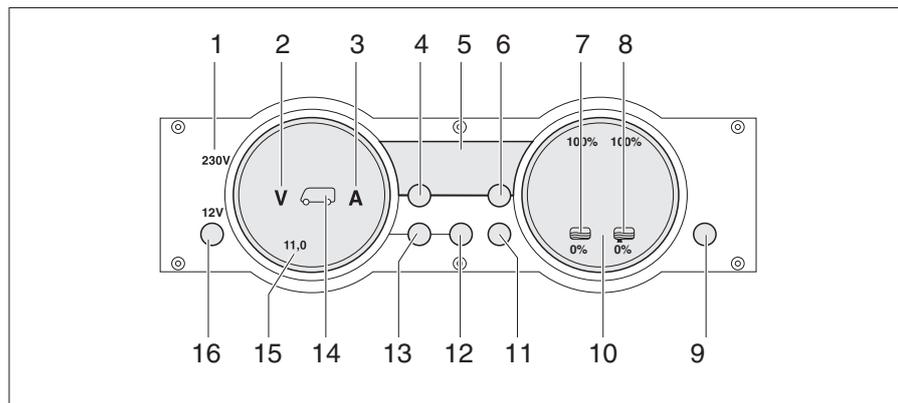

Bild 228 Panel MP 20-S
Die 230-V-Kontroll-Leuchte (Bild 228,1) leuchtet, wenn am Eingang des Elektroblocks Netzspannung vorhanden ist.
Der 12-V-Hauptschalter (Bild 228,16) schaltet das Panel und die 12-V-Versorgung des Wohnraums ein und aus.
- Taste "12 V" (Bild 228,16) kurz drücken. Die 12-V-Versorgung des Wohnraums ist eingeschaltet. Die Kontroll-Anzeige "12 V" leuchtet.
- ▷ Wenn nach dem Einschalten die LED "11,0" der Voltanzeige sowie das Symbol Volt "V" (Bild 228,2) im Anzeigeelement Batterien (Bild 228,15) blinken, dann ist die Spannung der Wohnraumbatterie zu gering. Batterie laden.
- ▷ Wenn nach dem Einschalten die Kontroll-Anzeige "12 V", das Symbol Wohnraumbatterie (Bild 228,14) und das Symbol Volt "V" (Bild 228,2) dreimal blinken, dann ist die Batterietrennung aktiviert. Batterietrennung deaktivieren.
- Taste "12 V" (Bild 228,16) kurz drücken. Die 12-V-Versorgung des Wohnraums ist ausgeschaltet. Die Kontroll-Anzeige "12 V" erlischt.
- Taste Wohnraumbatterie (Bild 228,12) drücken und ca. 10 Sekunden lang gedrückt halten. Die Symbole Volt "V" (Bild 228,2) und Ampere "A" (Bild 228,3) blinken dreimal. Die Wohnraumbatterie ist vom 12-V-Bordnetz getrennt.
- Taste "12 V" (Bild 228,16) drücken und ca. 5 Sekunden lang gedrückt halten. Das Symbol Volt "V" (Bild 228,2) blinkt dreimal. Die Wohnraumbatterie ist mit dem 12-V-Bordnetz verbunden. Die Kontroll-Anzeige leuchtet nach ca. 2 Sekunden.
- Taste Wohnraumbatterie " (Bild 228,12) drücken. Das Symbol Volt "V" (Bild 228,2) leuchtet. Das Symbol Ampere "A" leuchtet je nach Ladung oder Entladung weiß bzw. rot. Die Batteriespannung und der Strom der Wohnraumbatterie werden über die LEDs im Anzeigeeinstrument angezeigt.
- Taste Starterbatterie " (Bild 228,13) drücken. Das Symbol Volt "V" (Bild 228,2) leuchtet. Die Batteriespannung der Starterbatterie wird über die LEDs im Anzeigeeinstrument angezeigt.
- Taste Tanks  (Bild 228,11) drücken. Die Symbole Wassertank  (Bild 228,7) und Abwassertank  (Bild 228,8) leuchten. Die Füllstände des Wassertanks (linke Skala) und des Abwassertanks (rechte Skala) werden über die LEDs im Anzeigeeinstrument angezeigt.
Das Symbol Volt "V" (Bild 228,2) und die LED "11,0" blinken, sobald die Spannung der Batterie 11 V (Messung bei laufendem Betrieb) unterschreitet und damit Tiefentladung droht.
Das Symbol Wassertank  (Bild 228,7) oder das Symbol Abwassertank  (Bild 228,8) blinkt, wenn der Wassertank leer oder der Abwassertank voll ist.